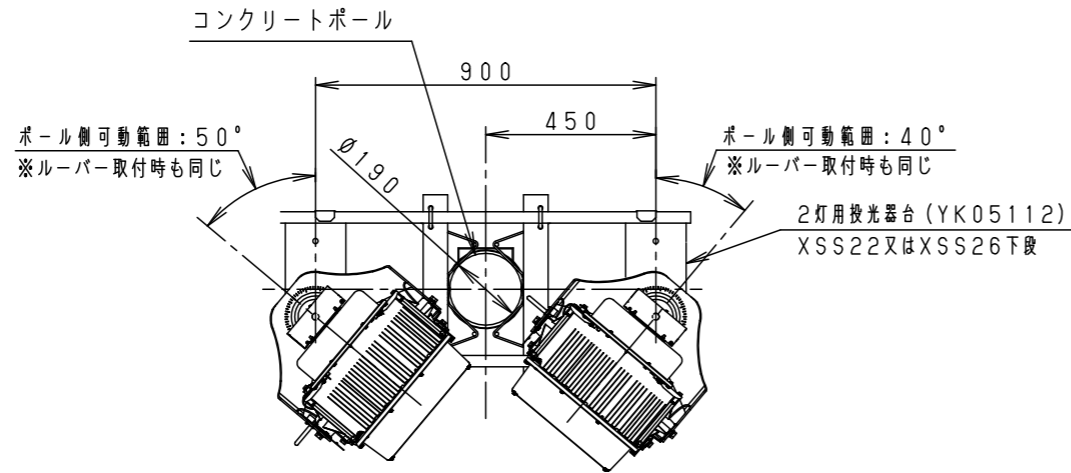
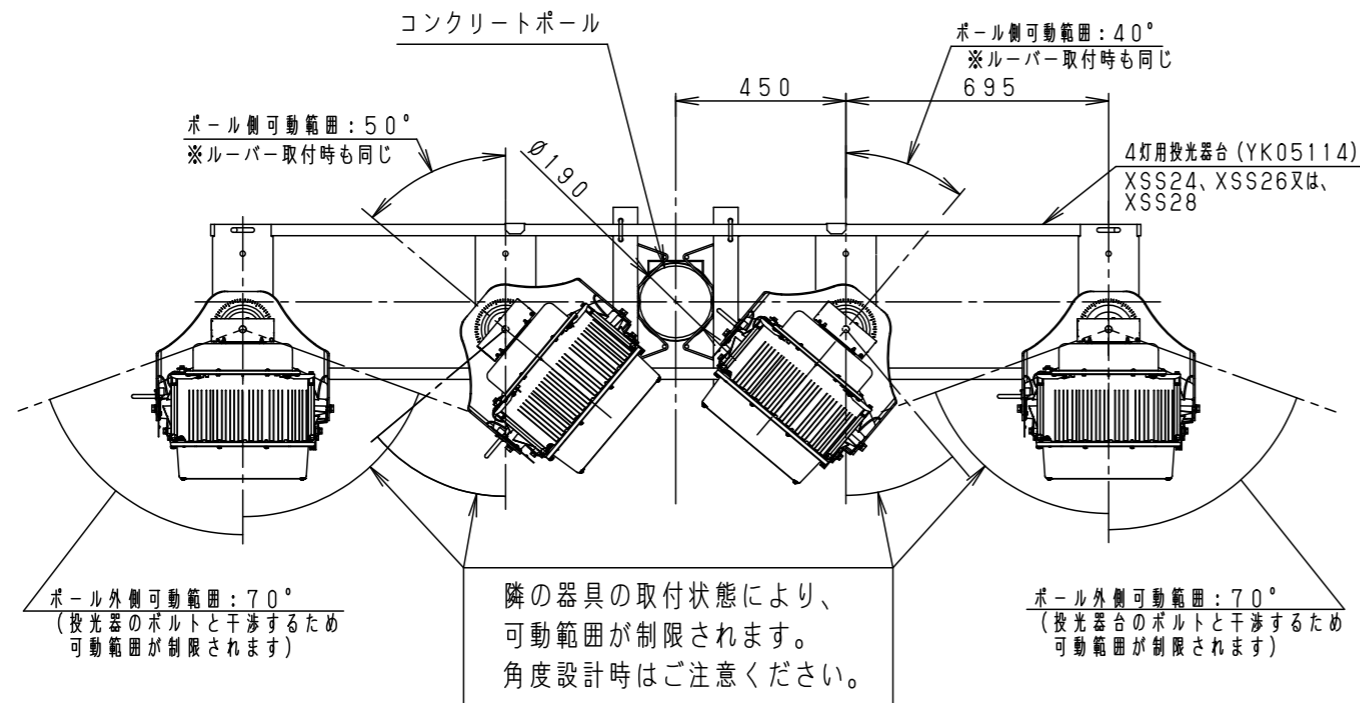

図1. 2灯用投光器台 (YK05112) に取付時の注意事項
図2. 4灯用投光器台 (YK05114) に取付時の注意事項
- 水平面・壁面（下向き）・傾斜面に取付可能です。但し、壁面（下向き）・傾斜面取り付けの場合、横向き設置はしない。（図1参照）屋外で使用时、フィルター側を水平上向きに設置しない。（図2参照）感電・火災の原因となります。